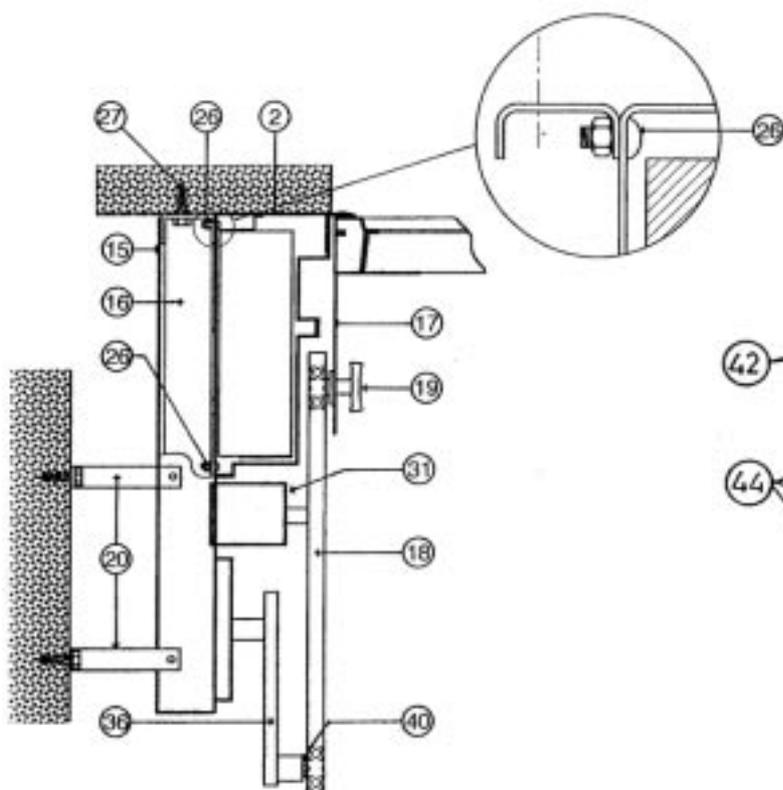

Figure 16
- 4) Dévisser le capot (15) du châssis (16) . Dans le cas d'une pose en tunnel , ce capot est à supprimer .Figure 16
- 6) Boulonner le châssis (16) sur le côté du montant d'hubriserie (2) à l'aide des 2 boulons de 8 x 20 (42) et de 5 boulons de 8 x 12 (44), respecter le sens des boulons pour éviter que le contrepoids n'accroche (26) ! Figure 16 et 17.
Point (40) sur figure 16.